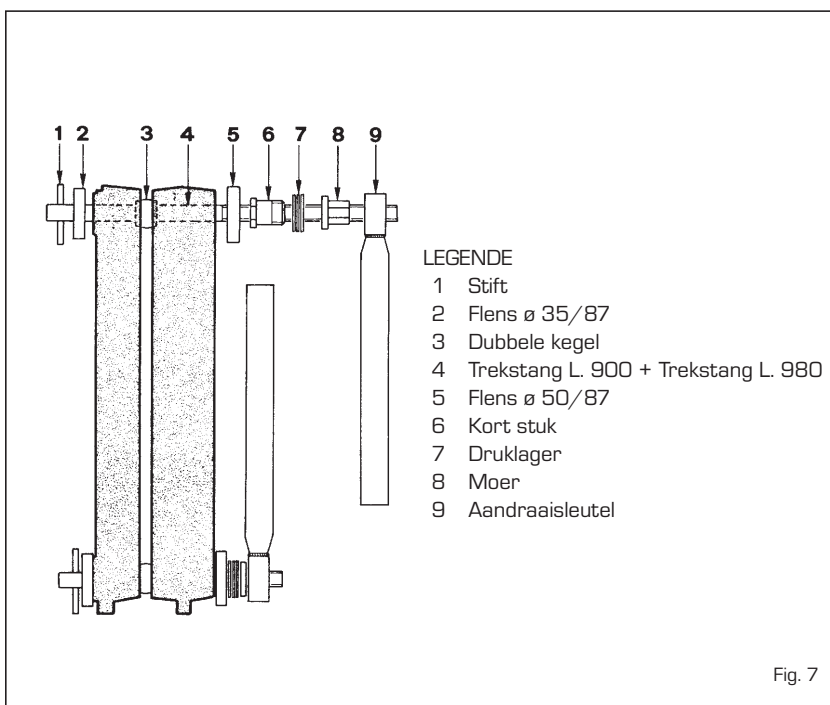

Fig. 7
- assembleer de elementen met behulp van een speciale uitrusting die uit een set trekstangen bestaat die met de betreffende toebehoren art. 6050900 samengebouwd zijn (fig. 7), oefen gelijktijdig druk zowel op de bovenste als op de onderste naaf uit. Als tijdens deze handelingen de beide elementen niet gelijkmatig en evenwijdig aan elkaar naar voren gaan, moet u de beitel tussen het meest strak aangedraaide gedeelte doen en forceren zodat de beide onderdelen die verbonden moeten worden evenwijdig aan elkaar zijn. Als de buitenste randen van de elementen met elkaar in contact komen dan betekent dat dat de verbinding op de juiste manier tot stand gekomen is;